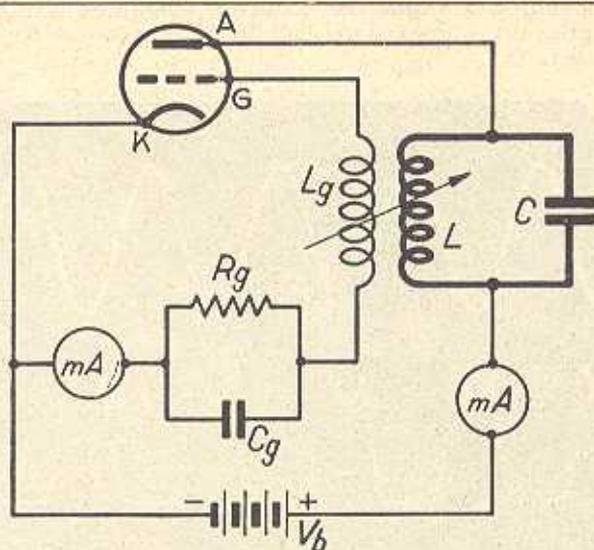

FIG. 1. — Principe.
## A. — Montage (fig. 1 et 2, p. 64)
b) **Tension alternative aux bornes de circuit oscillant.** — En l'absence d'oscillations, l'inductance  $L$  est parcourue seulement par un courant continu (fig. 1).